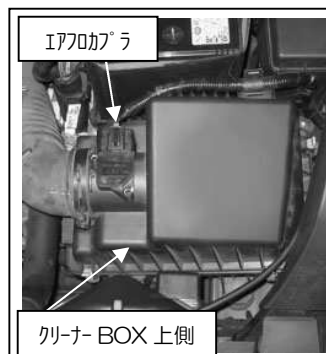

図 1
- ①エアフロカプラー、クリップを外し、ホースバンドを緩めクリーナーBOX 上側を外します。図 1 参照